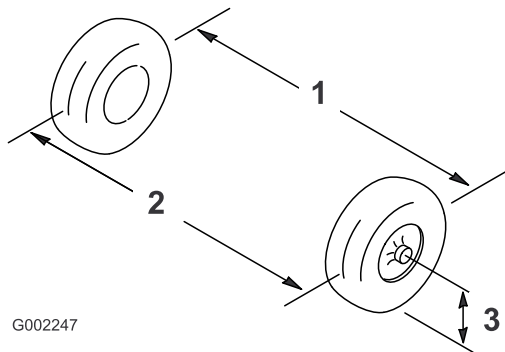

Figura 83
2. Mida la distancia entre los neumáticos delanteros a la altura del eje, en la parte delantera y trasera de las ruedas (Figura 83).